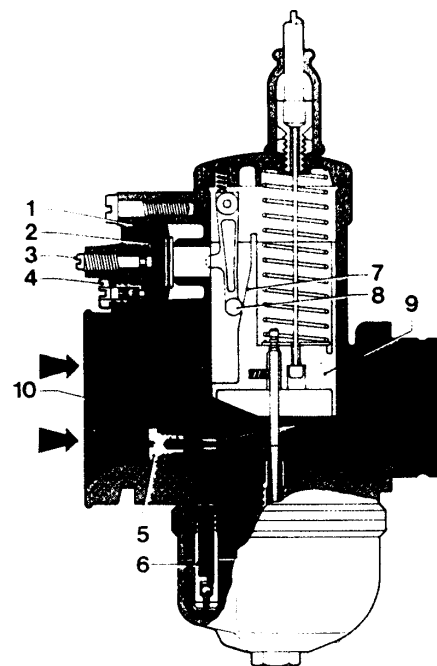

Bild 27
Wird der Gasschieber (9) geöffnet, wird der Hebel (8), von einer speziellen Rampe im Gasschieber betätigt. Dieser Hebel wirkt direkt auf die Membran (1), die von der Feder (2) noch aussen gedrückt wird (Bild 27).